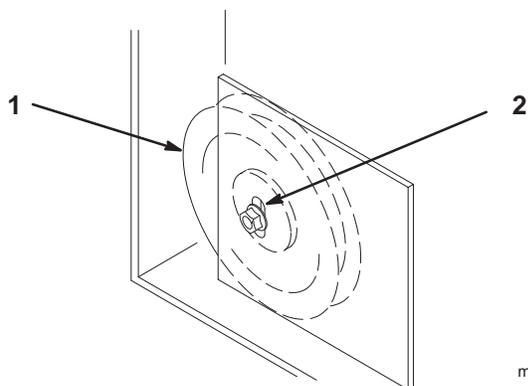

**Figure 59**
- Vérifiez la tension de la courroie. Le boulon central de la poulie de tension rappelée par ressort doit se trouver entre les deux trous d'alignement de la plaque de support gauche (Fig. 59).
**Remarque :** Contrôlez la position du boulon central à la hauteur de coupe la plus basse. Le boulon central doit être au même niveau ou en dessous du trou d'alignement supérieur. Contrôlez la position du boulon central à la hauteur de coupe la plus haute. Le boulon central doit être au même niveau ou au-dessus du trou d'alignement inférieur (Fig. 59).
- Vérifiez de nouveau la tension de la courroie. Le boulon central de la poulie de tension rappelée par ressort doit se trouver entre les deux trous d'alignement de la plaque de support gauche (Fig. 59). Réglez au besoin et serrez toute la visserie solidement.